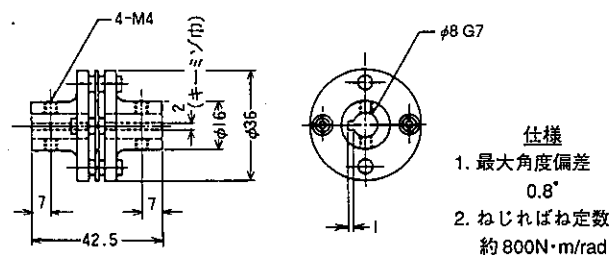

図4 FC-1B
4.3 原動機と負荷の間に本トルク変換器を使用する場合は、フレキシブル・カップリングをご使用ください。フレキシブル・カップリングはオプションパーツとして用意されています。(図4～5)